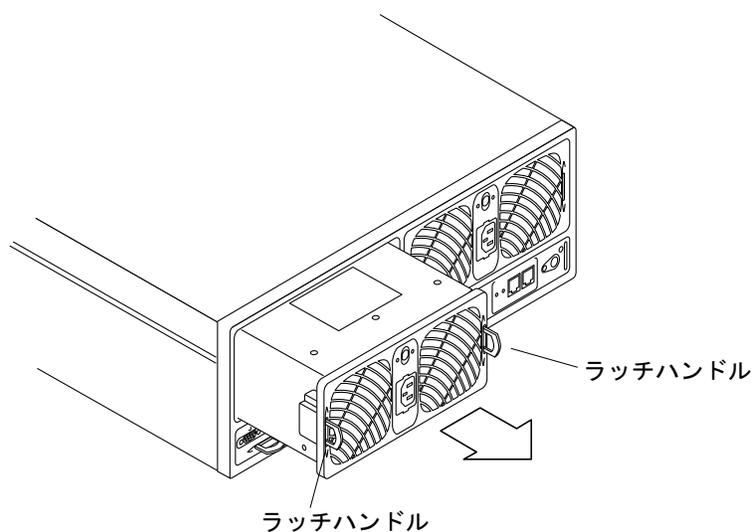

図 5-6 電源・冷却装置の取り外し
4. 硬貨または小さなねじ回しで 2 つのラッチハンドルを押し込んで外し、電源・冷却装置のロックを解除します (図 5-6)。